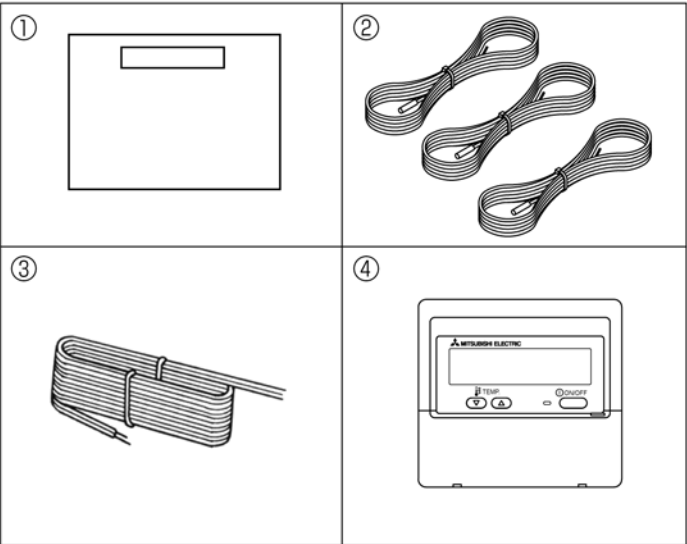

Fig. 2-1
2.1. Contrôler les pièces (Fig. 2-1)